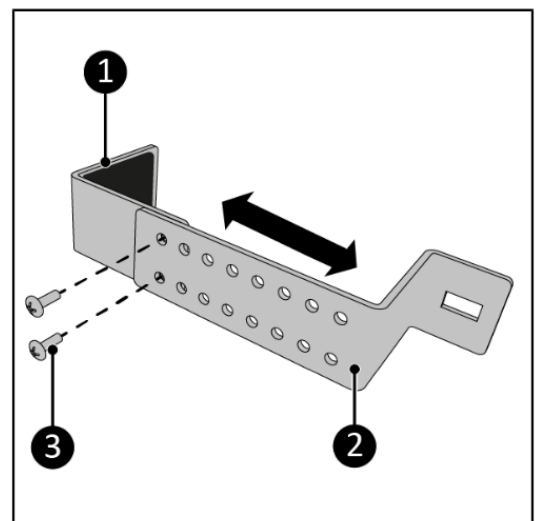

Figura 7.
3. Înșurubați partea superioară(12)(Figura 7, poz. 1) și partea inferioară(11)(Figura 7, articolul 2) folosind două șuruburi M5 x 7 mm (Figura 7, articolul 3) Asigurați-vă că lățimea este puțin mai mare decât lățimea ramei ferestrei.